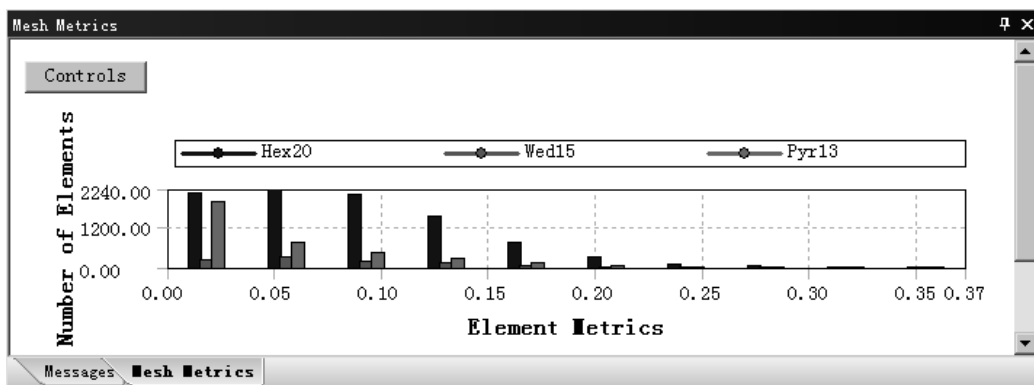

图 4.5.15 检查结果统计图表(四)
- ◆ Warping Factor (翘曲因子)。Warping Factor 用于评估或计算四边形壳单元、带有四边形的块单元(楔形单元及金子塔单元)等, 高扭曲系数表明单元控制方程不能较好控制单元, 需重新划分。选择此选项后, 在信息栏中打开图 4.5.15 所示的检查结果统计图表。